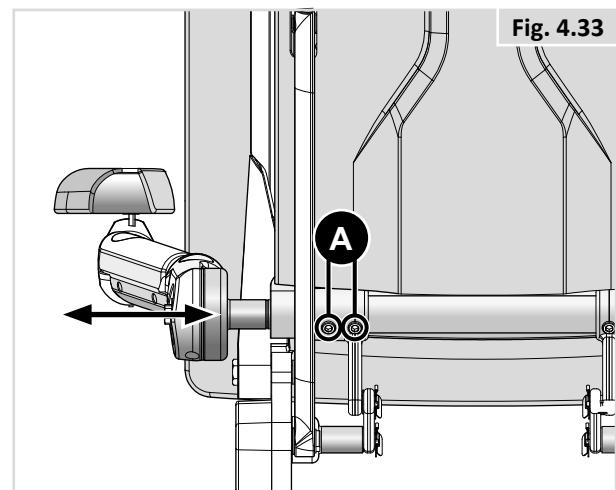

Fig. 4.33
- Løsn de to skruer (5,0 mm unbrakonøgle) på det tværgående rør, som vist i (Fig. 4.33 - A).